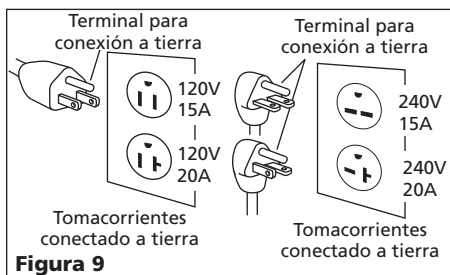

Figura 9
- Este producto debe tener una conexión a tierra. En el caso de que ocurra un cortocircuito, la conexión a tierra reduce el riesgo de un choque eléctrico proporcionándole un cable de escape para la corriente. La unidad está equipada con un cable con una terminal para la conexión a tierra. La misma calzará en uno de los tipos de tomacorrientes mostrados en la Figura 9. Si el enchufe no calza en el tomacorriente deseado, haga que un electricista calificado reemplace el tomacorriente.
- Si el enchufe del cordón eléctrico no le parece familiar o si no entra en el tomacorrientes, la Figura 9 le permitirá familiarizarse con éstos y con los voltajes necesarios para los mismos.